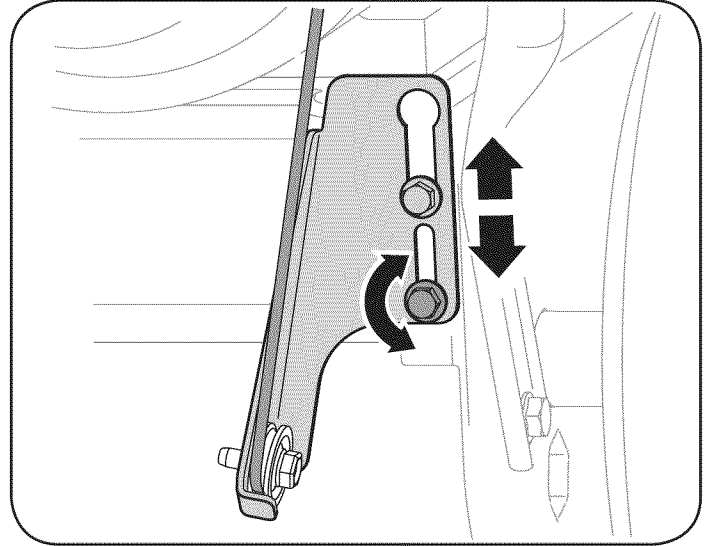

Figura 19
2. Afloje la tuerca hexagonal inferior del soporte del cable de la transmisión. Vea la figura 19.